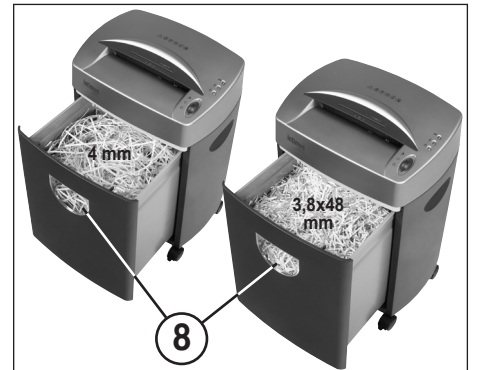

Fig. 3
#### CONTENITORE DI SCARICO (Fig. 3):
Se il materiale da trinciare risulta visibile nella finestra di controllo dell'indicatore di livello (8) (Fig. 3), il contenitore di raccolta deve essere svuotato.